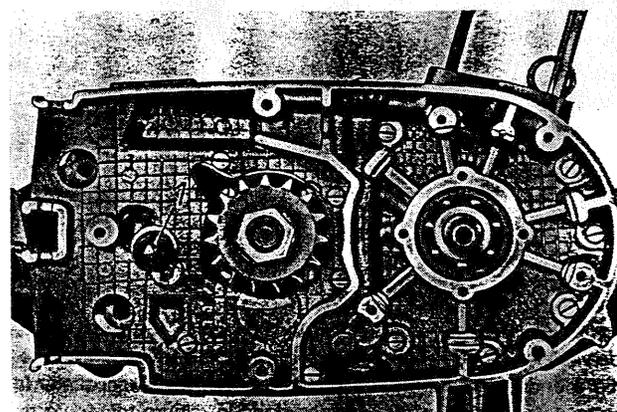

Fig. 182. Serrer à vis le carter
- Entrer en vissant le commutateur d'indication de ralenti (1 à la fig. 182) et/ou, dans le moteur standard, le bouchon de tube.